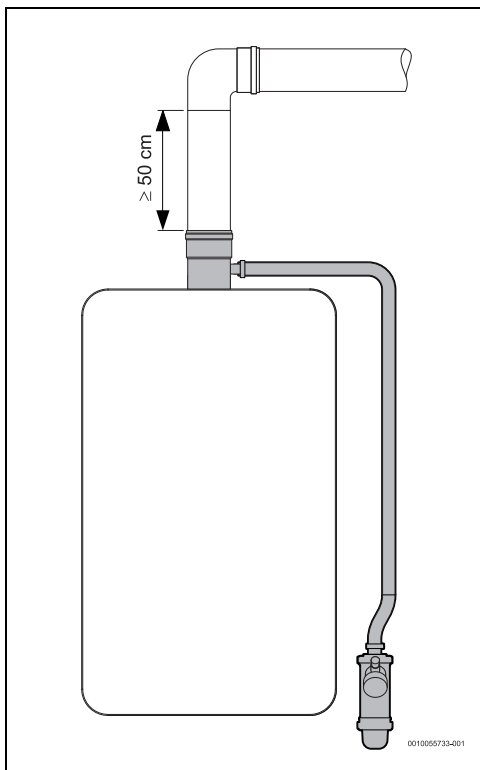

Fig. 10 Sifón de condensados (tubo horizontal)
- La longitud de la primera sección del tubo es vertical y mayor a 50 cm (fig. 10).